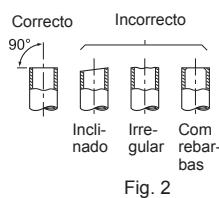

Fig. 2
- Caso a mangueira de drenagem fornecida com a unidade interior seja demasiado curta, ligue-a à mangueira de drenagem (I) que deve ser providenciada no local. (Fig. 2)